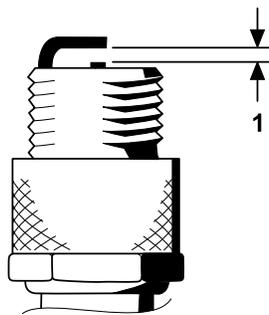

図 35
- 図 35 のように、電極間のエアギャップを 0.76 mm に調整する。